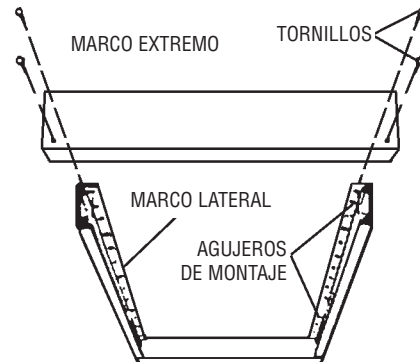

Figura 4
- Ensamble los marcos extremos con los marcos laterales mediante los tornillos provistos (vea la Figura 4) antes de la instalación en el cielorraso.